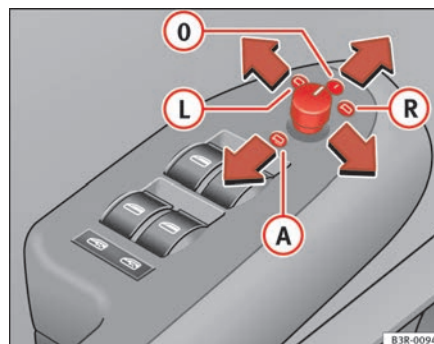

Fig. 105 Particolare del bracciolo pomello di regolazione
- Girare la manopola nella posizione ⇒ pag. 137, fig. 105 **L** (specchio sul lato del conducente) o nella posizione **R** (specchio sul lato del passeggero).
All'inserimento della retromarcia la superficie dello specchio si inclina leggermente verso il basso, a condizione che la manopola sia in posizione **R**, cioè nella posizione per la regolazione dello specchio sul lato del passeggero ⇒ pag. 137, fig. 105. In questo modo durante la manovra di parcheggio si può vedere il bordo del marciapiede.